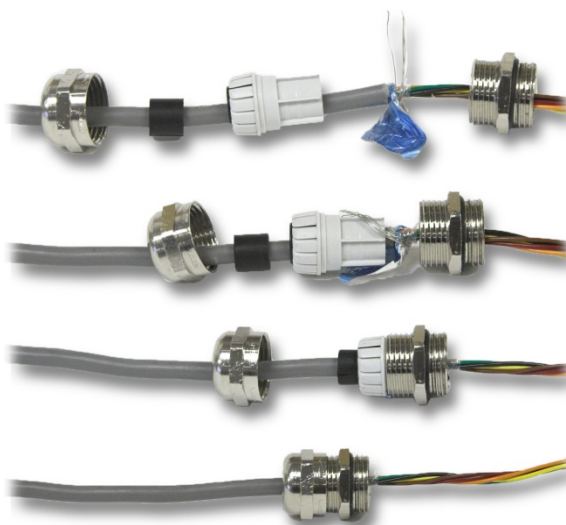

Figura 3-17: Terminación del blindaje en el casquillo
3. Los cables que incluyen blindaje deben tener el blindaje terminado en el casquillo como se muestra en la Figura 3-17. Disperse los alambres del blindaje hacia fuera y asegúrese de que haya suficiente cable blindado presente para hacer contacto aceptable con la parte metálica del casquillo.